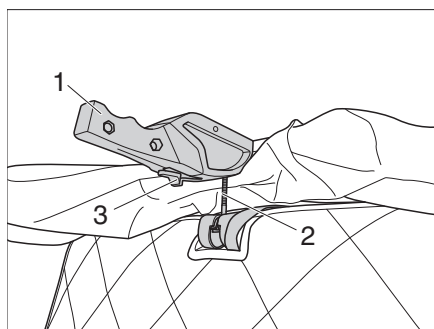

Figure 26 Serrer le verrouillage
- ▷ Avant le trajet, vérifier que les boulons (Figure 26, 2) des dispositifs de verrouillage à gauche et à droite sont correctement tendus. Si nécessaire, ajuster le verrouillage selon les instructions du fabricant.
- Pousser le boulon (Figure 26,2) dans le support.
- Appuyer sur les systèmes de verrouillage (Figure 26,1) à gauche et à droite vers le haut.
- Vérifier que le boulon (Figure 26, 2) n'a pas de jeu et que le levier de sécurité (Figure 26, 3) est enclenché.